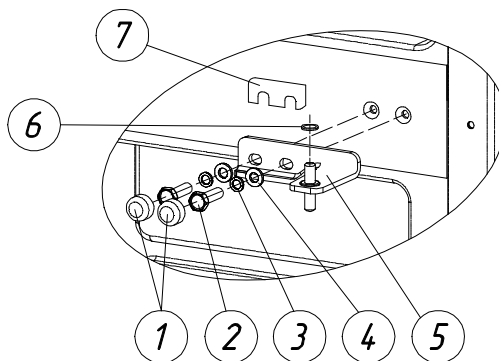

Рис. 4. Расположение среднего узла крепления двери (двери условно не показаны).
8. Разобрать средний узел крепления двери (рис. 4).
8.1. Снять колпачки (поз. 1, рис. 4).
8.2. Аккуратно, придерживая дверь морозильной камеры, выкрутить болты (поз. 2, рис. 4), при этом не потерять шайбы (поз. 3, рис. 4) и (поз. 4, рис. 4).
8.3. Продолжая придерживать дверь, снять кронштейн средней планки (поз. 5, рис. 4), при этом не потерять шайбу (поз. 6, рис. 4), и прокладку (поз. 7, рис. 4).
17.2. Придерживая дверь морозильной камеры, затянуть болты (поз. 2, рис. 4) среднего узла крепления двери (рис. 4).
17.3. Надеть колпачки (поз. 2, рис. 4).
17.4. Установить дверь холодильной камеры на ось кронштейна средней планки (поз. 5, рис. 4).